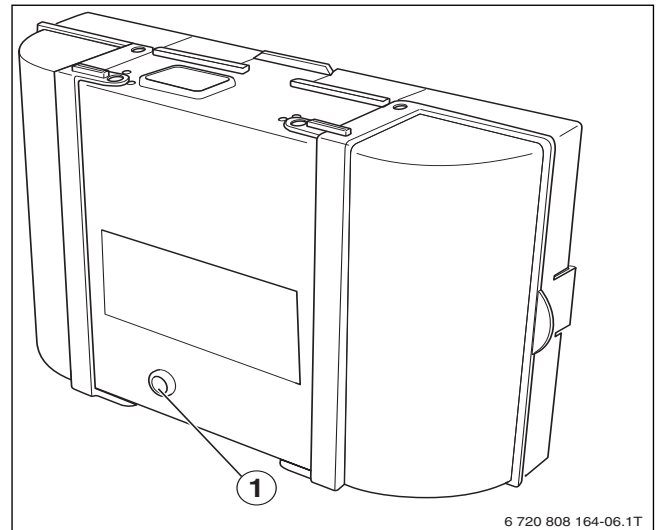

Fig. 83 Puesta a cero de los fallos en el programador de combustión
- ▶ Pulsar la tecla **Reinicializar** en el programador de combustión (→ fig. 83).